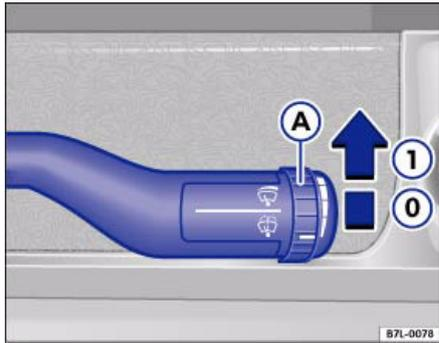

Abb. 49 Scheibenwischer- und Scheibenwascherhebel: Regensensor einstellen
- Bewegen Sie den Scheibenwischerhebel in Position \Rightarrow Abb. 49 **0**.
- Bewegen Sie den Scheibenwischerhebel in Position \Rightarrow Abb. 49 **1**.